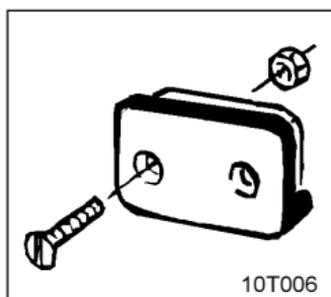

Fig. 9.4
- ❑ Fixez le support (fig. 9.4) du calculateur à l'intérieur de la cabine du tracteur.